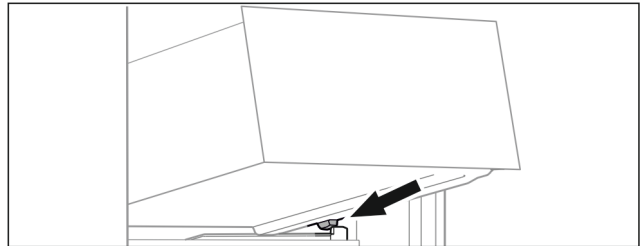

Fig. 27
- ▶ Placer le tiroir, en l'inclinant, derrière les butées sur la nervure de récipient. (voir Fig. 27)